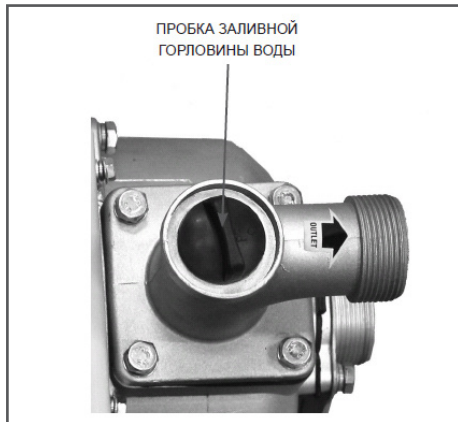

Рис. 8 Расположение пробки заливной горловины воды
1. Открутите пробку заливной горловины воды в корпус насоса (Рис. 8).